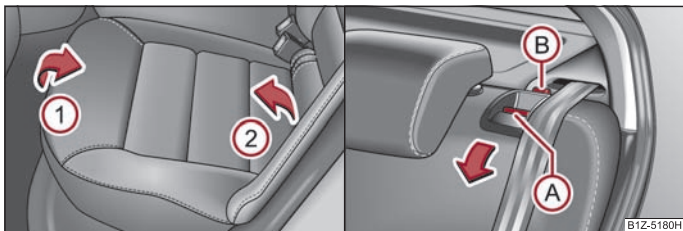

Fig. 50 Deplasarea în față a scaunului / Deblocarea spătarului banchetei
- Ridicați bancheta din spate în sensul săgeții ① și rabatați-o în față conform săgeții ② ⇒ fig. 50.
- Apăsați butonul de deblocare ① și pliați spătarul scaunului din spate.
- Asigurați-vă că punctul de culoare roșie ② este acoperit ⇒ fig. 50.